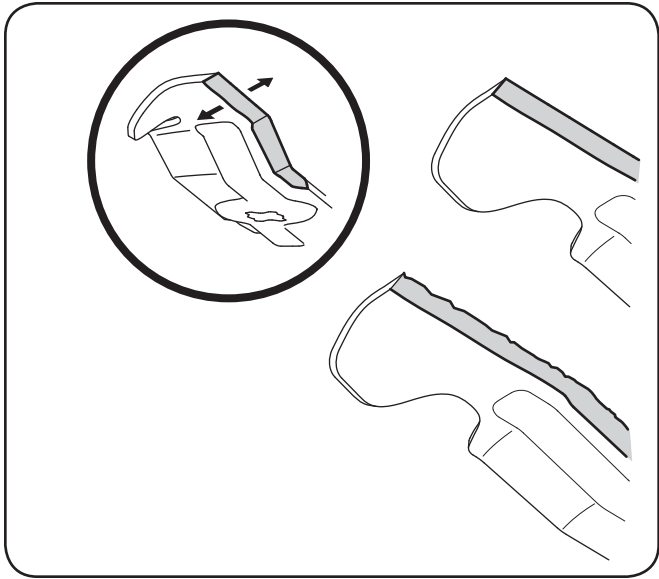

Figure 7-10
- 4. Pour aiguiser les lames, éliminez la même quantité de métal des deux extrémités sur le côté tranchant. Aiguiser le bord tranchant sur toute sa longueur, parallèlement au bord arrière, soit à un angle de 25° à 30°. Il est essentiel d'aiguiser les tranchants de façon égale pour conserver une lame bien équilibrée. Voir la Figure 7-10.